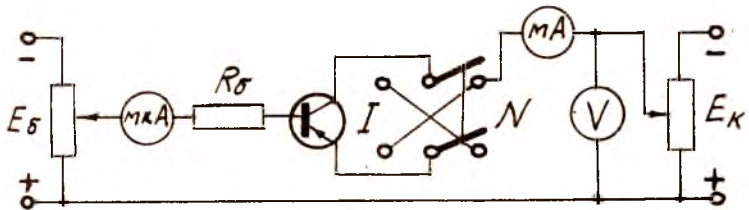

Рис.24
На рис.24 показана схема для измерения нормального  $B_N$  и инверсного  $B_I$  коэффициентов передачи тока базы. В положении переключателя  $N$  измеряется коэффициент  $B_N$ , в положении  $I$  - коэффициент  $B_I$ .
4. Включить схему для измерения нормального и инверсного коэффициентов передачи тока базы (рис.24).